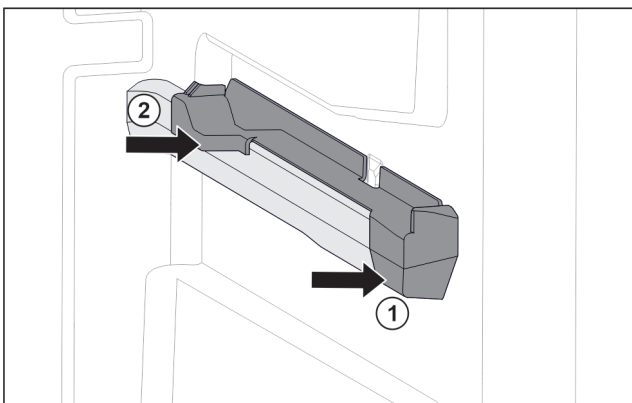

Fig. 79 Påsettsingsdel på høyre beholderribbe
- ▶ Sett på påsettsingsdel foran på beholderribben. Fig. 79 (1)
- ▶ Trykk på påsettsingsdel bak. Fig. 79 (2)